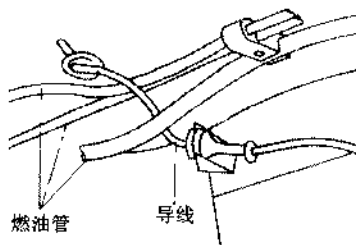

图 7.41 转速传感器导线布置在燃油管之间
- ◆ 对右侧车轮, 如图 7.41 所示, 转速传感器导线应布置在燃油管之间。